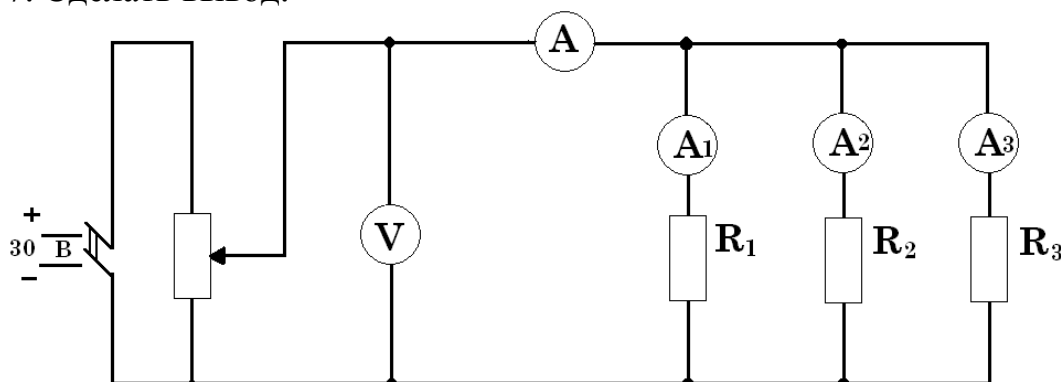

Рисунок 2 – Электрическая схема
2. Собрать электрическую схему цепи (рисунок 2), определить цену деления приборов.